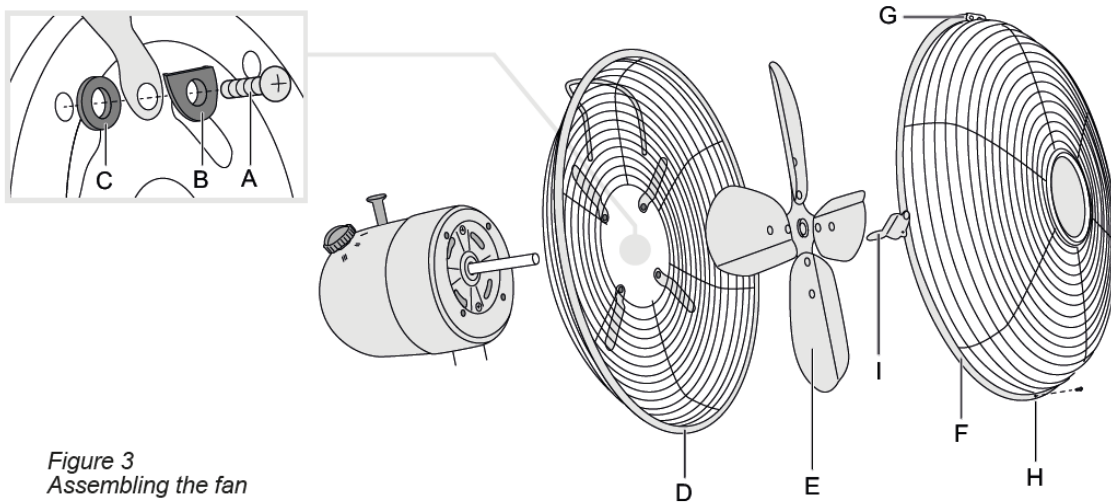

Figure 3
1. Lösen Sie die 4 Schrauben (A) (siehe Abbildung 3) sowie die Unterlegscheiben (B) und (C) vom Motorgehäuse.
2. Setzen Sie das hintere Schutzgitter (mit Griff) (D) auf die Motorwelle und achten Sie dabei darauf, dass sich der Griff oben befindet.
3. Befestigen Sie das hintere Schutzgitter mit vier Schrauben (A). Achten Sie darauf, die Unterlegscheiben (B) und (C) wie in der Abbildung dargestellt zu platzieren.
4. Setzen Sie die Ventilatorflügel (E) auf die Welle und ziehen Sie die Schraube fest.
5. Befestigen Sie das vordere Schutzgitter (F) am hinteren Schutzgitter.
6. Führen Sie eine Schraube durch die Öffnung (H) an der Unterseite des vorderen und hinteren Schutzgitters und ziehen Sie die Schraube fest.
7. Schließen Sie die Klemmverschlüsse (I) und (G) über dem Rand beider Schutzgitterhälften.